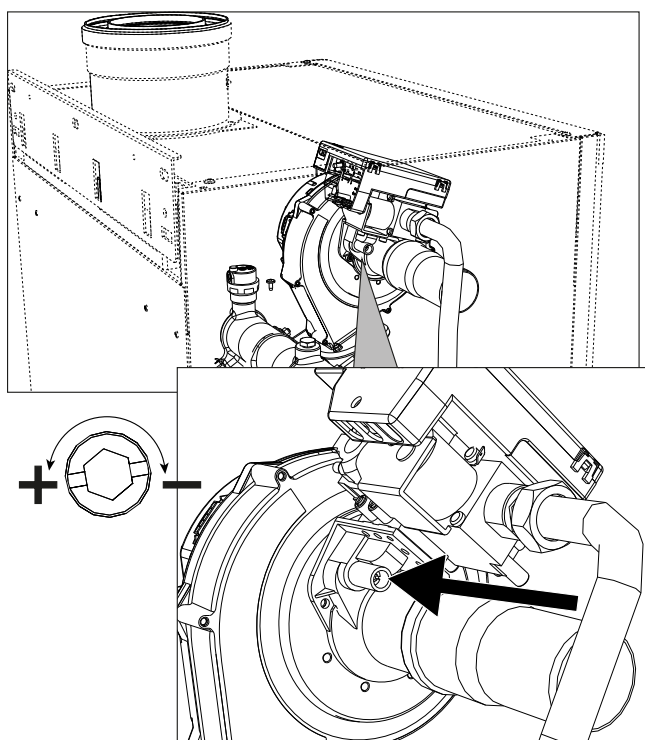
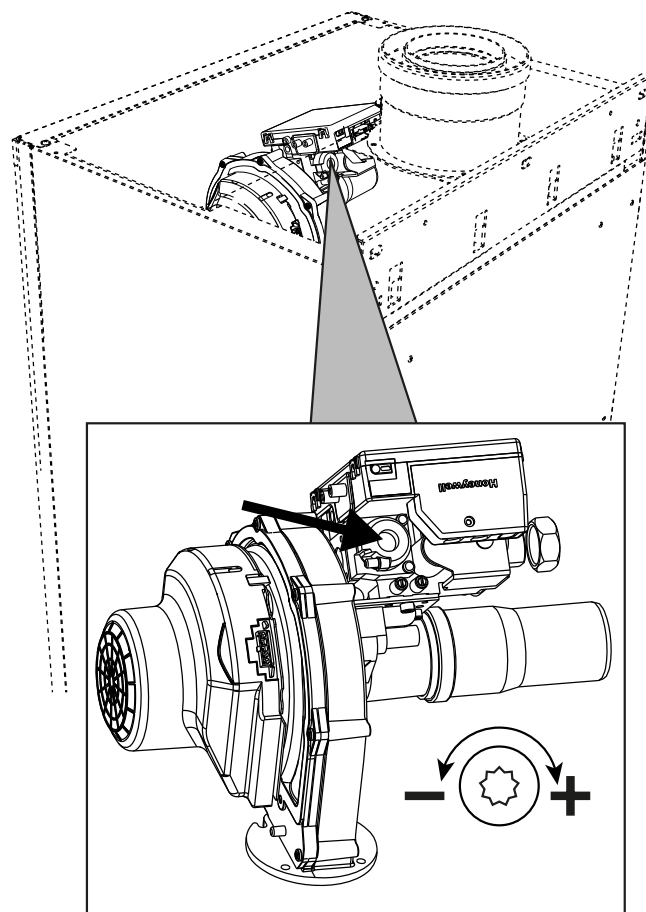
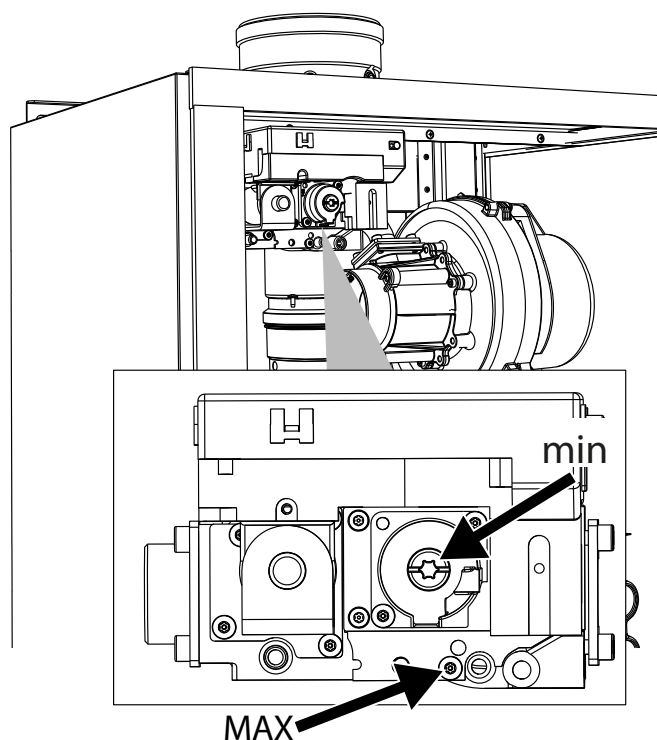

fig. 70- Regulación máxima modelos W 60 y W 80
fig. 71- Regulación mínimo modelos W 60 y W 80
fig. 72- Regulación máxima y mínima modelos W 99, W 120 y W 150
- Si los valores son distintos de los indicados, gire el tornillo de regulación del máximo hasta que las concentraciones de CO₂ sean correctas. Vea **fig. 70** para modelos **W 60** y **W 80** o bien **fig. 72** para modelos **W 99**, **W 120** y **W 150**.
- Si los valores de CO₂ son distintos de los indicados, gire lentamente el tornillo de "OFFSET" mínimo hasta que la concentración sea correcta. Vea **fig. 71** para modelos **W 60** y **W 80** o bien **fig. 72** para modelos **W 99**, **W 120** y **W 150**.